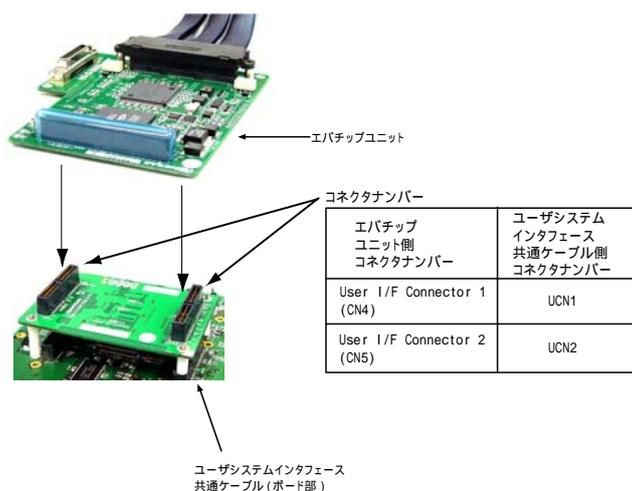

図9 エバチップユニットとの接続
- (1) ユーザシステムおよびエミュレータの電源が切れていることを確認してください。
- (2) ユーザシステムインタフェース共通ケーブル(ボード部)とエバチップユニットのコネクタをコネクタナンバーに合わせて接続します(図9参照)。